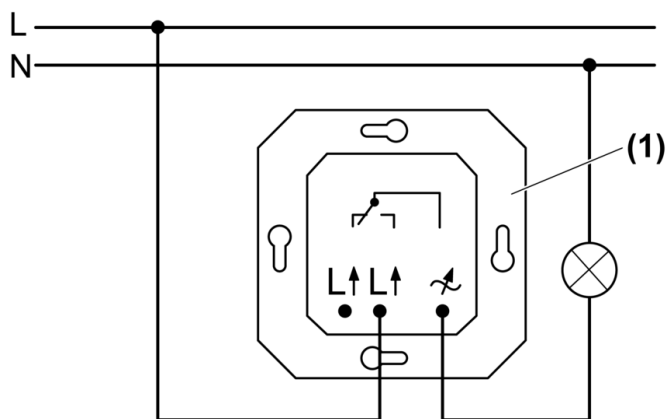

Рис. 2: Схема подключения
- Подключите диммер (1) в соответствии со схемой (Рис. 2)